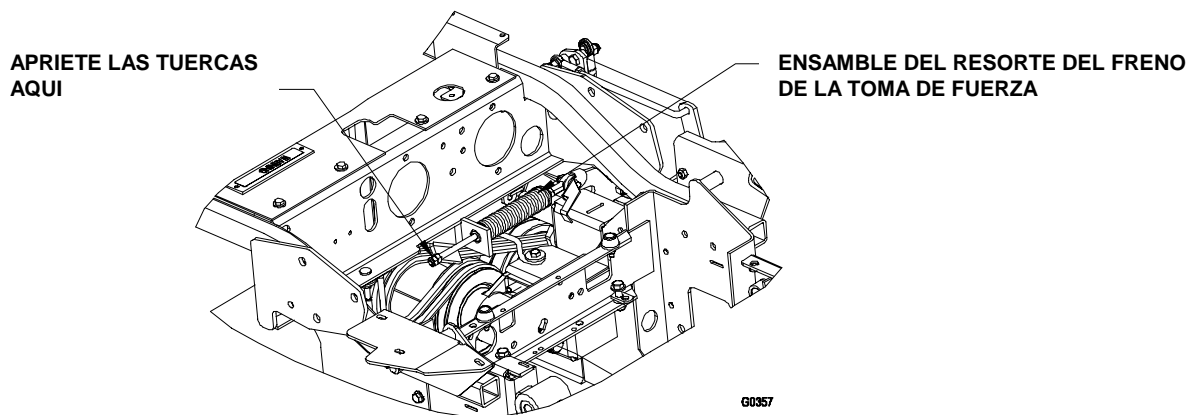

FIGURA 23
- b) Ubique el resorte del freno y desenrosque las dos tuercas fuera de la varilla del resorte del freno. Vea Figura 23.